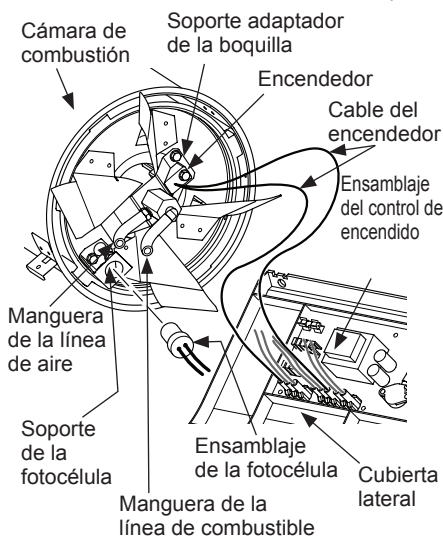

Figura 15 - Desconexión de los cables del encendedor del ensamblaje del control de encendido
4. Desconecte los cables del encendedor del ensamblaje del control de encendido (consulte la figura 15). Pase los alambres del encendedor a través del orificio en la cubierta inferior.
5. Desconecte la manguera de la línea de combustible y la manguera de la línea de aire. Desmonte la fotocélula del soporte correspondiente (consulte la figura 15).
- Pase los cables del encendedor nuevamente hacia abajo a través del orificio en la cubierta inferior. Conecte los cables al ensamblaje del control de encendido (consulte la figura 15, página 42).